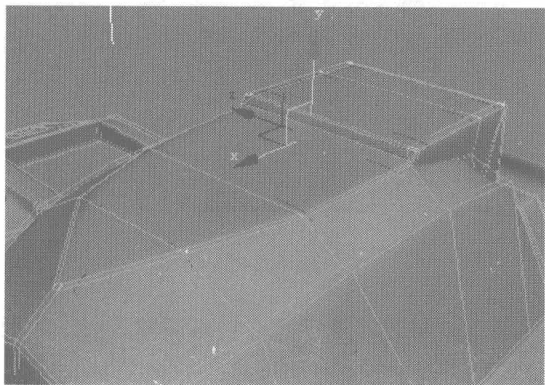
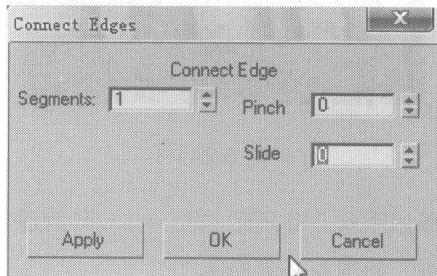
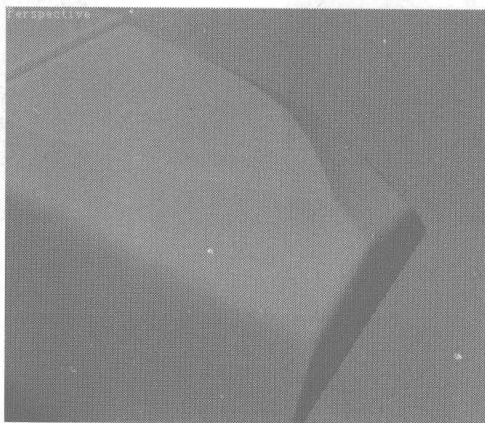

图 6.251
图 6.252
图 6.253
- 13** 选择如图 6.251 所示的边线，在 Edit Edges 卷展栏中单击 **Connect** 右侧的小按钮，在弹出的对话框中设置添加细分线的参数，如图 6.252 所示，为选择的边线中间添加一条细分线，制作比较硬的棱角效果，如图 6.253 所示。